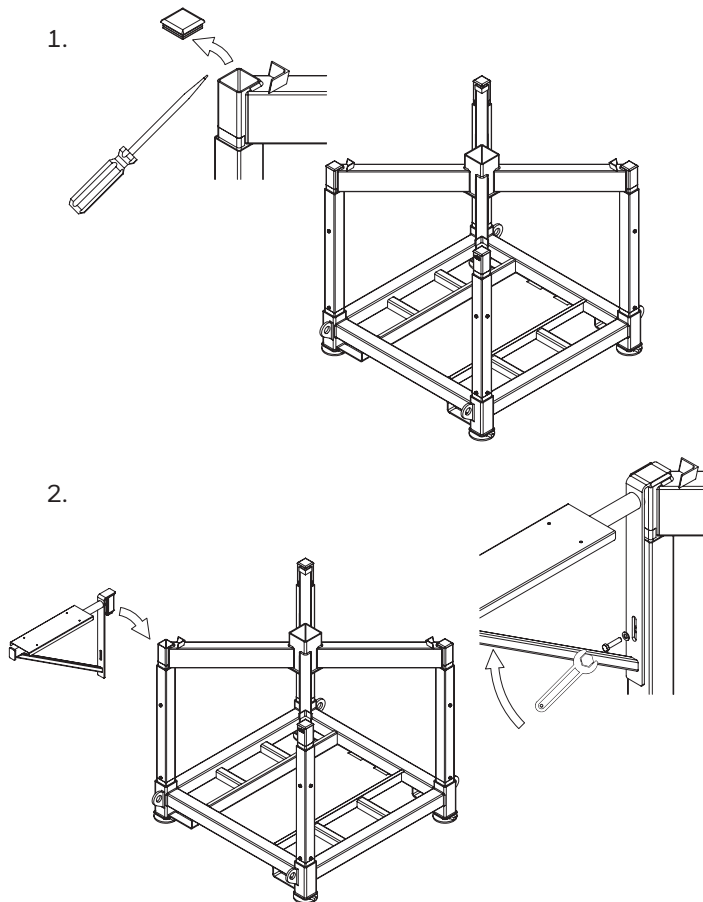

Figura 31. Montare la staffa fissa 8890 sul sistema di caricamento 8800 MkII
13.1. Montare la staffa fissa 8890 sul sistema di carico 8800 MkII in due semplici passi, vedere Figura 31: